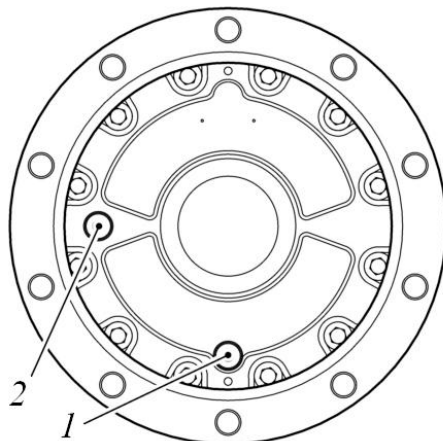

Рисунок 5.80. Процедура замены масла в бортовом редукторе (шаг 1)
- ▶ Двигая машину взад и вперед, установить редуктор в позицию, когда одно отверстие находится вертикально снизу, второе горизонтально (или практически горизонтально), рис. 5.80.
- ▶ Выкрутить пробку 1, рис. 5.80, нижнего отверстия.